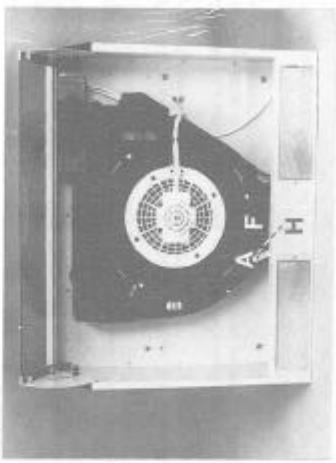

Fig. 4
- Entfernen Sie die Schraube G, die den Hebel H in Position A sperrt. Drehen Sie den Hebel bis Position F und sperrt Sie ihn dann wieder mit der dafür vorgesehenen Schraube (Abb. 4).